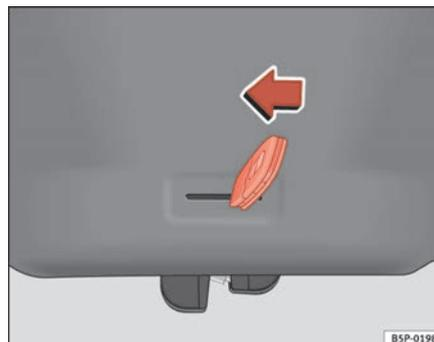

Abb. 67 Heckklappe:
- Stecken Sie den Schlüsselbart in den Schlitz und entriegeln Sie das Verriegelungssystem, indem Sie den Schlüssel von rechts nach links in Richtung Pfeil ziehen ⇒ Abb. 67. ■